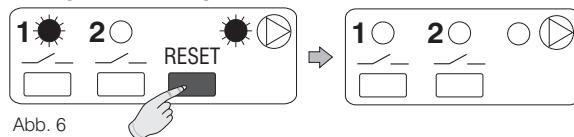

Abb. 6
- Drücken Sie kurz auf die Taste „RESET“; nach dem Loslassen der Taste wird die zeitlich begrenzte manuelle Auslösung wieder aufgehoben (Abb. 6).